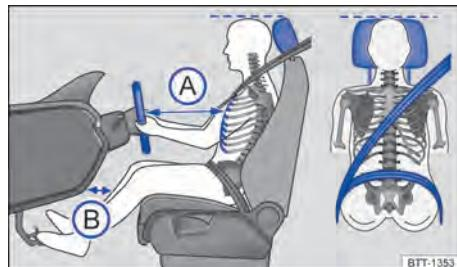

Fig. 35 Posição do banco correta e posição do cinto de segurança correta.
- Ajustar o apoio para cabeça de modo que a borda superior do apoio para cabeça se encontre preferencialmente na mesma linha da parte superior da cabeça – porém não abaixo da altura dos olhos. Posicionar a parte posterior da cabeça o mais perto possível do apoio para cabeça → **Fig. 35**.